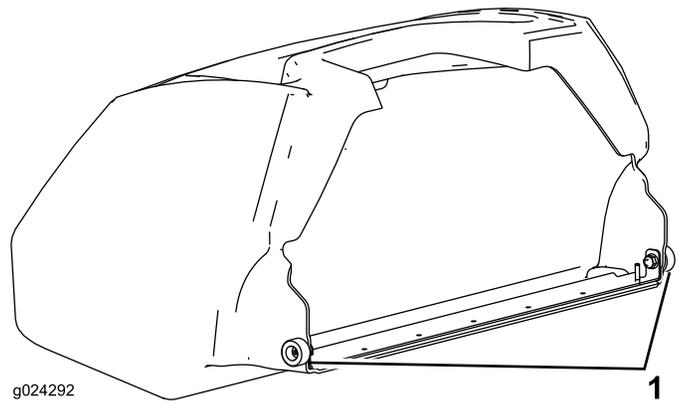

图22
**重要事项：** 如果集草斗掉下来，请检查集草斗凸缘附近的旋转臂接触点是否损坏（图22）。使用集草斗前，请把它们调直。